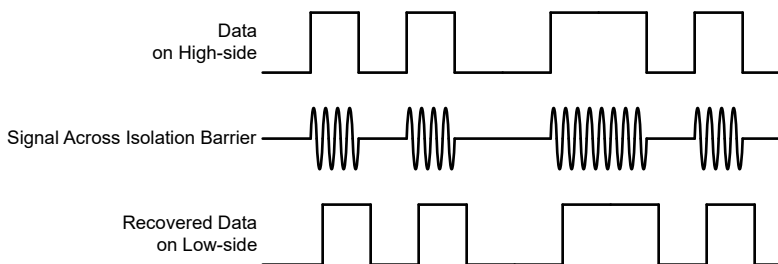

図 7-4. OOK ベースの変調方式
AMC22C12 は、SiO2 ベースの絶縁バリア越しにコンパレータの出力状態を送信するため、図 7-4 に示すオン / オフ・キーイング (OOK) 変調方式を採用しています。「機能ブロック図」に示す送信ドライバ (TX) は、デジタル 1 を表すために内部で生成された高周波キャリアを絶縁バリア越しに送信します。デジタル 0 を表す信号は送りません。